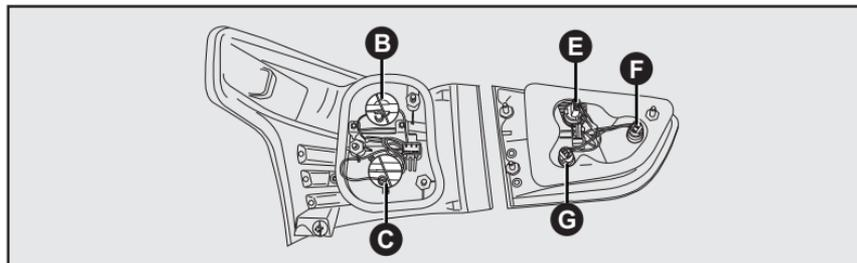

fig. 22
- Quitar los portalámparas **B** (luz de giro) o **C-fig. 22** (posición/freno), girándolas en el sentido antihorario;
- Quitar el portalámparas **G** o **F-fig. 22** (luz de posición), tirando de los mismos o **E** (luz de marcha atrás), girándolo en el sentido antihorario.
- Sacar las lámparas quemadas **F** o **G-fig. 22** de los portalámparas, tirando de las mismas;
- Sacar la lámpara quemada **E-fig. 22** (luz de marcha atrás) presionándola y girándola en el sentido antihorario;